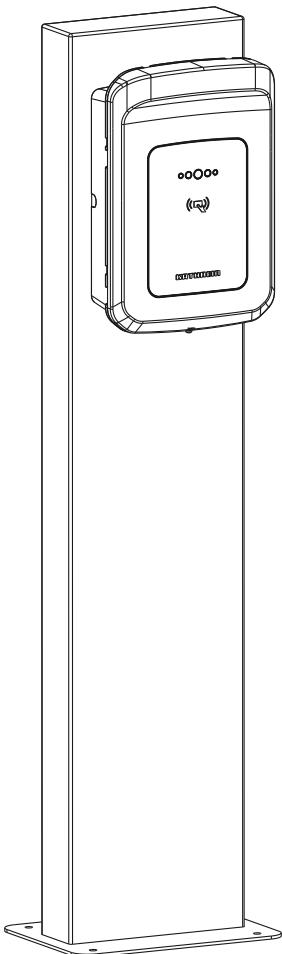

Bild 5
7. Führen Sie die Anschlusskabel durch die Kabeldurchführungen und befestigen Sie die Ladestation an der Montageplatte. Dieser und alle weiteren Arbeitsschritte sind in der Bedienungsanleitung für die Ladestation beschrieben (Bild 5).